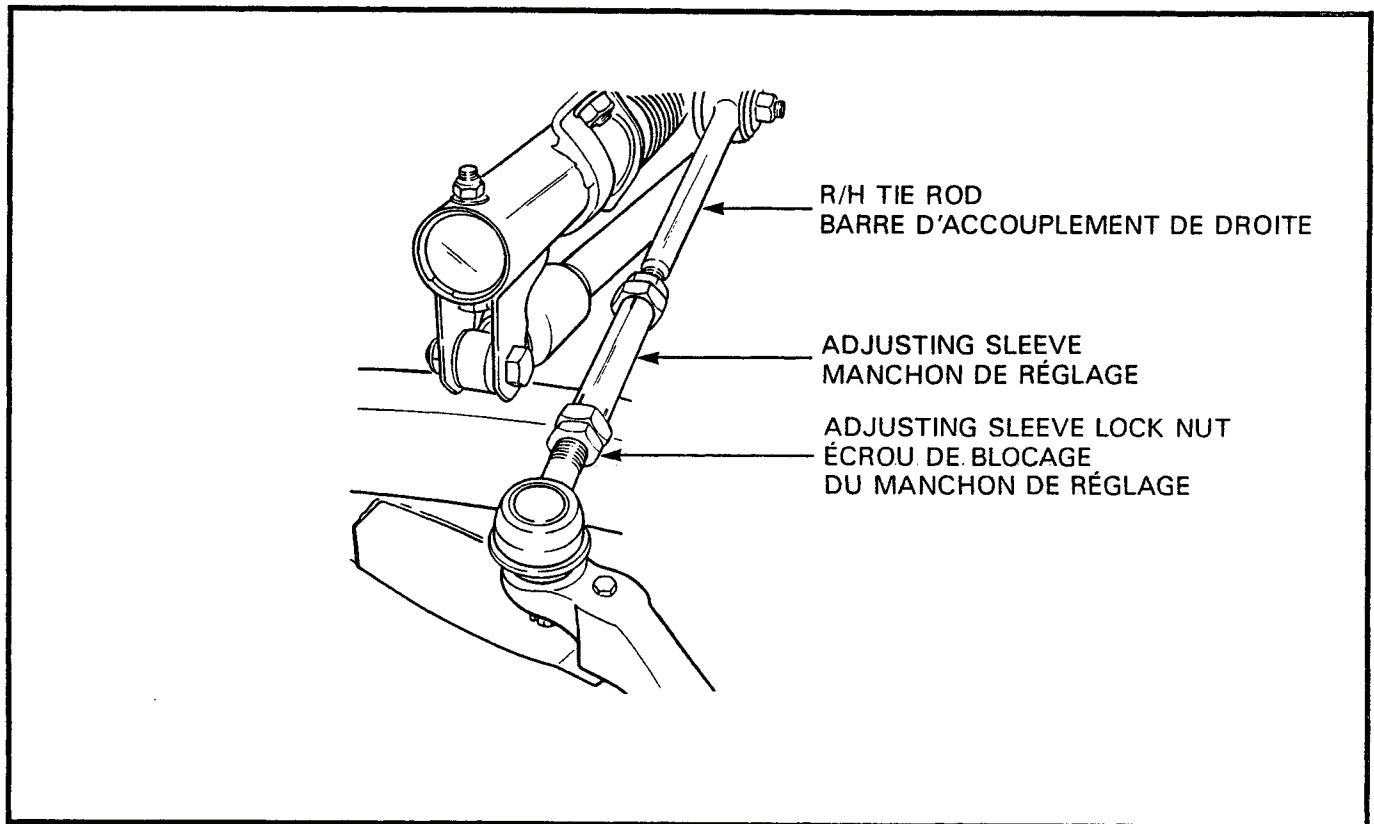

Figure 4-3-2 Tie-Rod Adjusting Sleeve
- a. Loosen both adjusting sleeve lock nuts on the right tie-rod, see Figure 4-3-2, and turn the adjusting sleeve to adjust toe-in.
- a. Desserrer les deux écrous de blocage du manchon de réglage de la barre d'accouplement de droite, voir figure 4-3-2, et tourner le manchon de réglage pour ajuster le pincement.